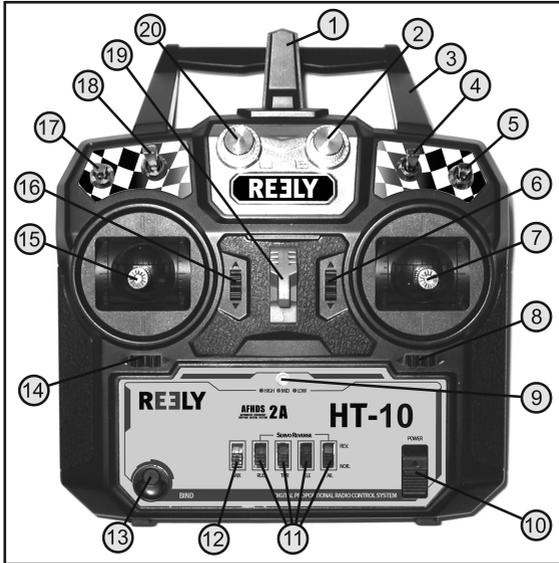

Bild 1
Wenn neue Batterien eingelegt sind, schalten Sie zu Testzwecken den Sender mit Hilfe des Ein-/Aus-Schalters (siehe Bild 1, Pos. 10) ein. Schieben Sie dazu den Bedienknopf von unten (Aus) nach oben (An).
Der Sender gibt einen kurzen Signalton ab und die LED-Anzeige (siehe auch Bild 1, Pos. 9) leuchtet dauerhaft grün.
* Die drei Buchstaben in den Klammern entsprechen den englischsprachigen Abkürzungen der Bezeichnung für die Funktionen. Die Reverse-Schalter für Kanal 1 - 4 (siehe Bild 1, Pos. 11) sind ebenfalls mit diesen Abkürzungen beschriftet.
Schalten Sie den Sender und anschließend den Empfänger ein. Bei korrekter Binding-Funktion leuchtet die rote Kontroll-LED im Empfänger (siehe Bild 5, Pos. 4) und die zehn Servos reagieren auf die Bewegungen der Steuerknüppel, Schalter und Drehknöpfe. Die Zuordnung, welches Servo mit welchem Steuerelement am Sender bedient werden kann, entnehmen Sie Bild 1. Prüfen Sie die korrekte Funktion des Empfängers und schalten ihn anschließend wieder aus.
Die Fernsteuerung „HT-10“ verfügt über eine feinfühlig digitale Trimmung, bei der jeder Steuerkanal mit jeweils einer Trimm-Taste (siehe auch Bild 1, Pos. 6, 8, 14 und 16) individuell eingestellt werden kann.